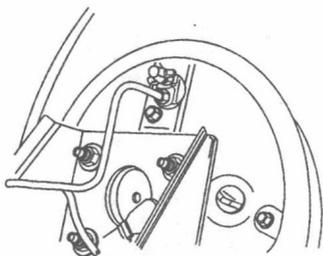
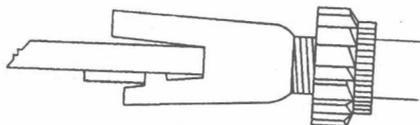

图 1-19 将下回位弹簧
图 1-20 调整后制动器
- (1) 用压紧弹簧、垫圈和销安装从蹄和摩擦衬片总成。
- (2) 确认驻车制动器拉线排布正确并已连接至制动蹄杆。
- (3) 将下回位弹簧紧固到制动蹄上。
- (4) 将领蹄和调节器总成靠底板放置。
- (5) 将下回位弹簧紧固到领蹄上，如图 1-19 所示。
- (6) 安装调节器总成。
- (7) 将调节器尽可能拧入。
- (8) 朝向底板放置弹簧卡夹。
- (9) 用压紧弹簧安装领蹄。
- (10) 连接领蹄上连杆至弹簧的插头，该插头对上回位弹簧施加张紧力。
- (11) 将上回位弹簧从弹簧连杆安装至制动蹄。
- (12) 确保调节器总成螺母被一直拉伸到止动点。
- (13) 调整后制动器, 如图 1-20 所示。
- (14) 安装制动鼓。
- (15) 调整驻车制动器。